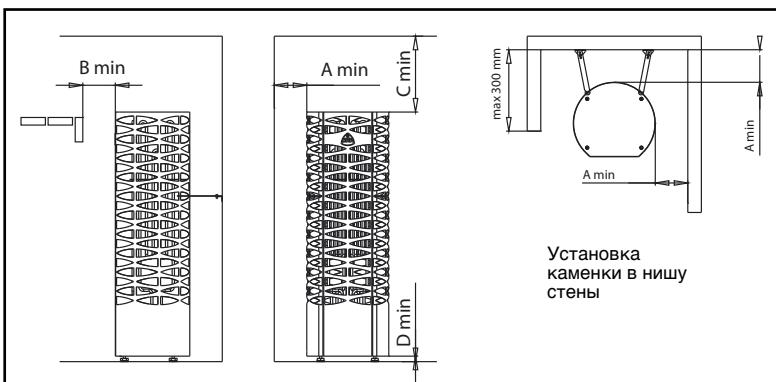

Рисунок 1. Расстояния безопасности для каменки SAANA
**) См. рис.1 *) В качестве соединительного кабеля используется кабель с резиновой изоляцией H07RN-F или аналогичный.